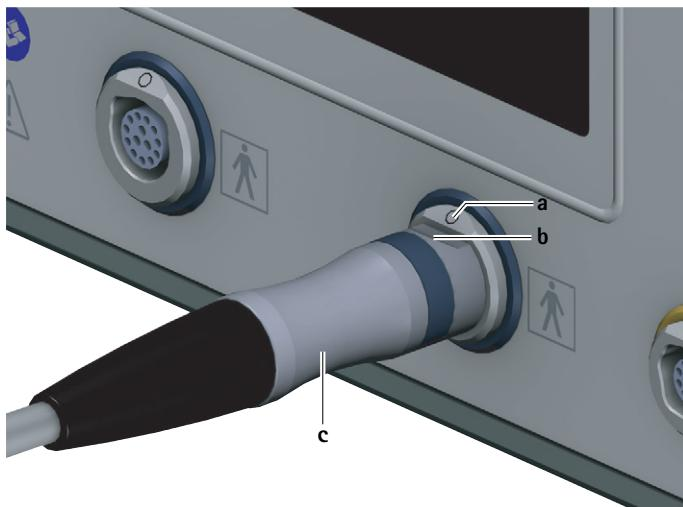

Рис. 3 Подключение моторного кабеля
- Выровнять штекер блока управления **c** на моторном кабеле таким образом, чтобы маркировка **b** на штекере соответствовала маркировке **a** на гнезде для рабочего элемента 7, см. Рис. 3.
- ▶ Вытянуть моторный кабель за штекер для блока управления с из гнезда для рабочих элементов 7, см. Рис. 3.